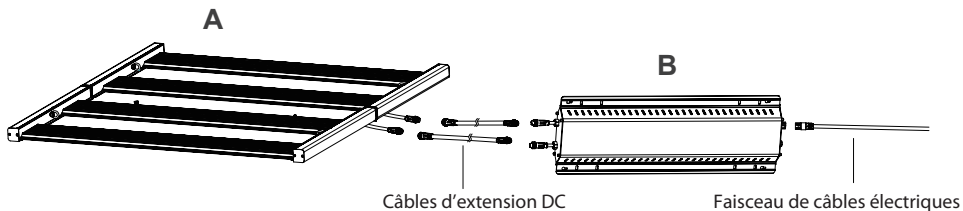

Fig. 14
Étape 3. Connexion des panneaux lumineux à LED sur le contrôleur. Comme sur la figure 14, brancher un côté des câbles d'extension au contrôleur. Brancher l'autre côté des câbles d'extension sur les connecteurs DC des panneaux lumineux à LED.